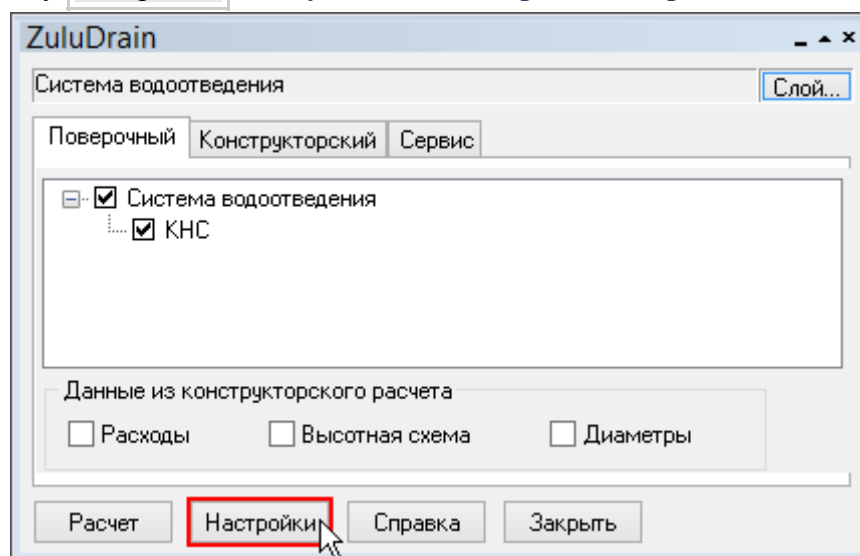

Рисунок 52. Настройки гидравлического расчета
- 3 Нажмите кнопку **Настройки**. (Рисунок 52, «Настройки гидравлического расчета»)